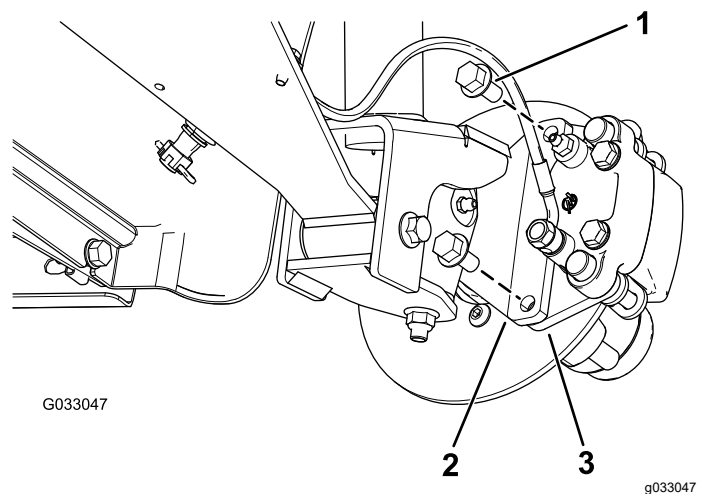
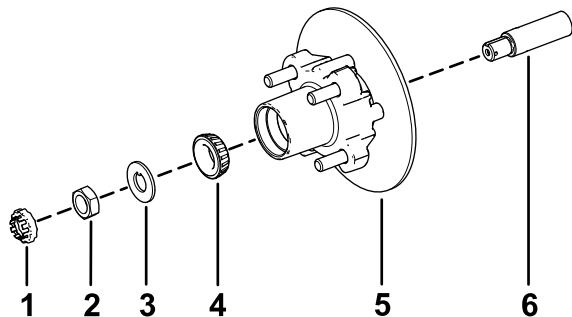

Figura 32
Figura 36
3. Retire los pernos con arandela prensada ( $\frac{3}{8}$ " x  $\frac{3}{4}$ ") que sujetan el soporte del conjunto de freno al eje y separe el freno del eje (Figura 32).
1. Aplique una ligera capa de grasa del tipo especificado en el eje (Figura 36).
2. Monte el cubo y el rotor en el eje con el rotor hacia dentro (Figura 36).
3. Monte el cojinete exterior en la mangueta y acople el cojinete al anillo de rodadura exterior (Figura 36).
4. Monte la arandela con pestaña en la mangueta (Figura 36).
5. Enrosque la tuerca en el eje y apriete la tuerca a 15 N·m (11 pulgadas-libra), girando el cubo para asentar el cojinete (Figura 36).
2. Alinee las pastillas de freno en cada lado del rotor (Figura 32) y los taladros del soporte de la pinza con los taladros de montaje del freno de la mangueta (Figura 36).
3. Sujete el soporte de la pinza a la mangueta (Figura 32) usando los 2 pernos con arandela prensada ( $\frac{3}{8}$ " x  $\frac{3}{4}$ ").